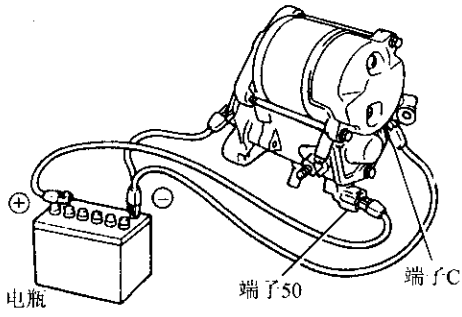

图 8-32 拖曳测试
②如图 8-32 所示把电瓶接到磁力开关上，检查离合器小齿轮是否向外移动。如果离合器小齿轮不移动，更换磁力开关总成。
(2) 进行吸持测试。